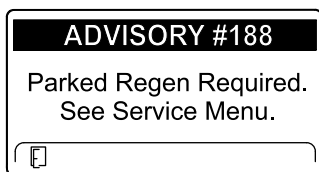

Figura 72
- Parked regeneration required (Es necesaria una regeneración con la máquina aparcada) ADVISORY #188 (Aviso n.º 188) (Figura 72)